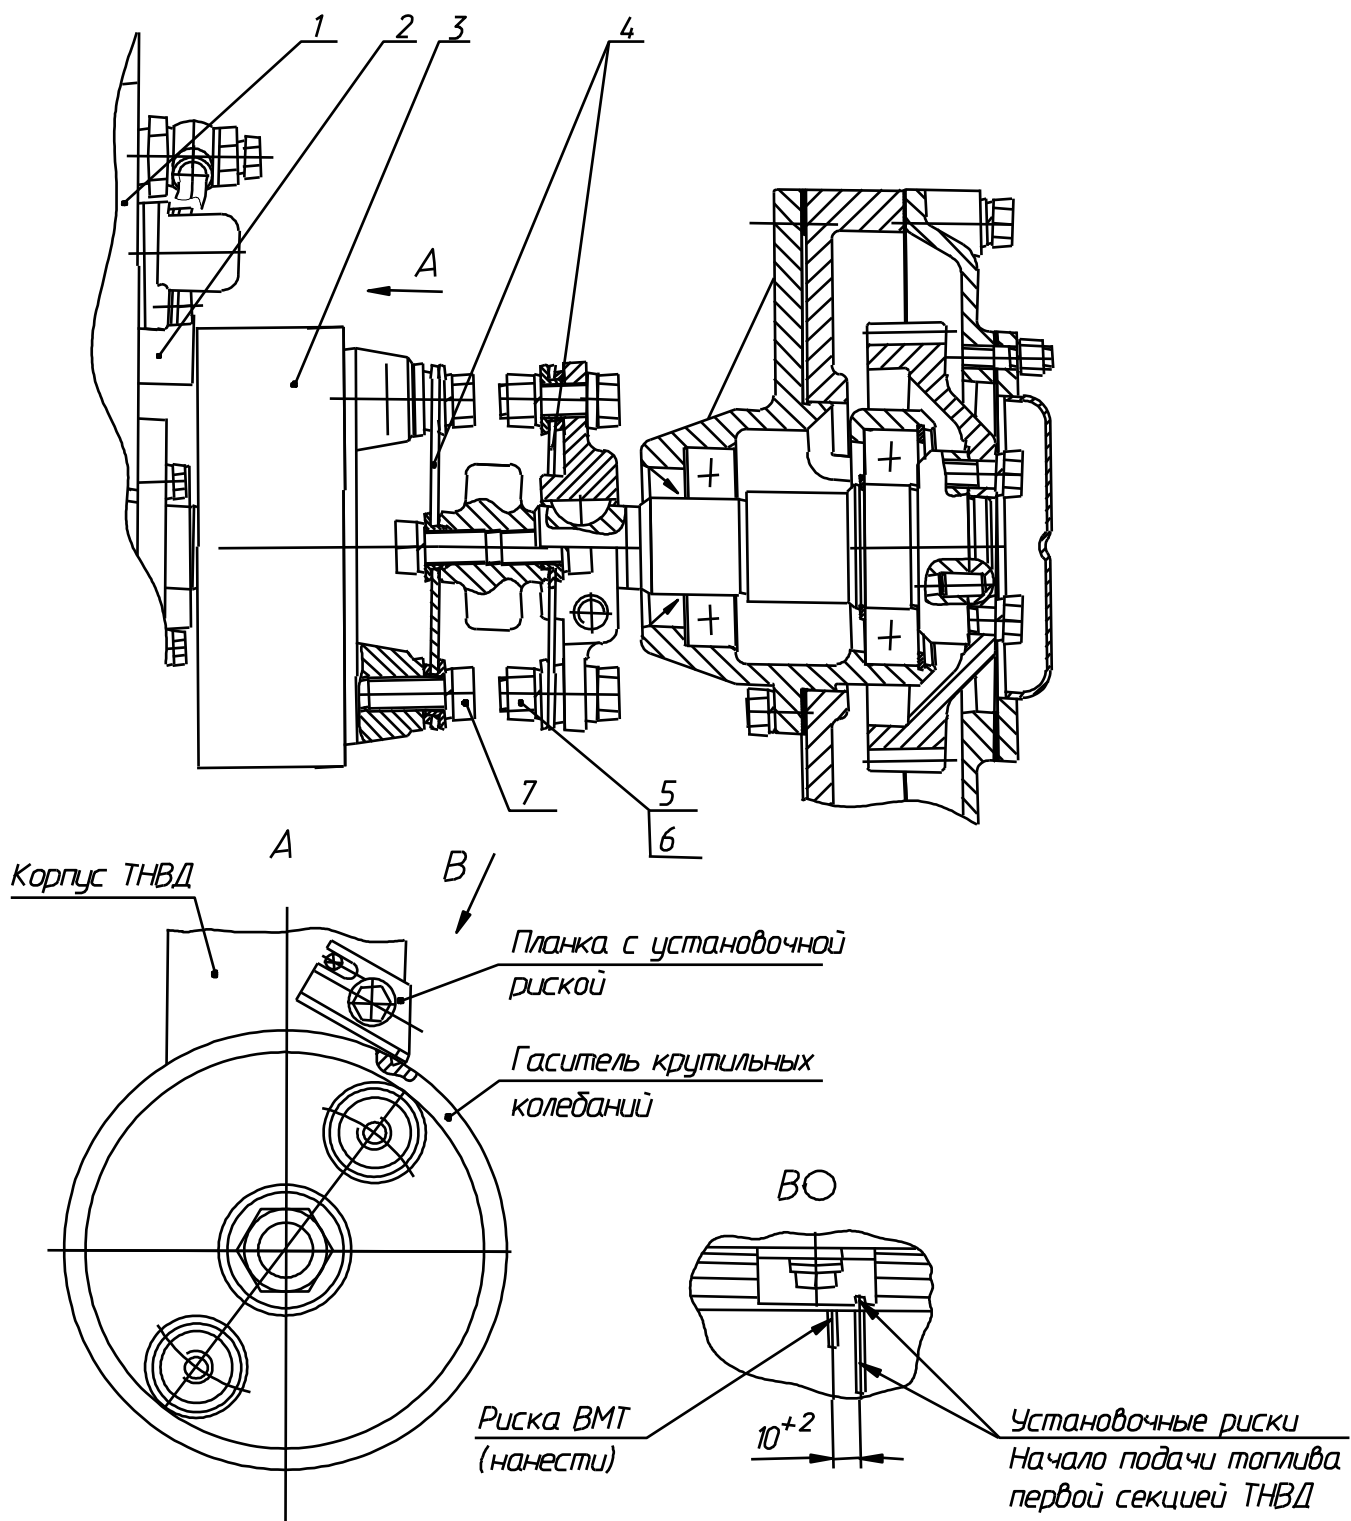

Рис. 9.7
- поверните коленчатый вал дизеля в положение, соответствующее началу впрыска топлива первой секцией ТНВД (до совмещения установочных рисок, нанесенных на планке, закрепленной на корпусе ТНВД, и на гасителе крутильных колебаний, рис. 9.7);
- отверните два болта 7 (рис. 9.7) крепления муфты привода топливного насоса к гасителю крутильных колебаний;
- убедитесь в совпадении установочных рисок, нанесенных на планке, закрепленной на корпусе ТНВД и на гасителе крутильных колебаний, рис. 9.7 А и 9.7 В. Если риски не совпадают, то совместите их перемещением планки;
- угол опережения впрыска топлива установлен правильно, если расстояние по дуге окружности между двумя рисками на гасителе (риска, соответствующая началу подачи топлива первой секцией насоса, и риска, соответствующая ВМТ) будет 10^{+2} мм, рис. 9.7 В.
- ослабьте гайки 5 болтов 6, рис. 9.7;